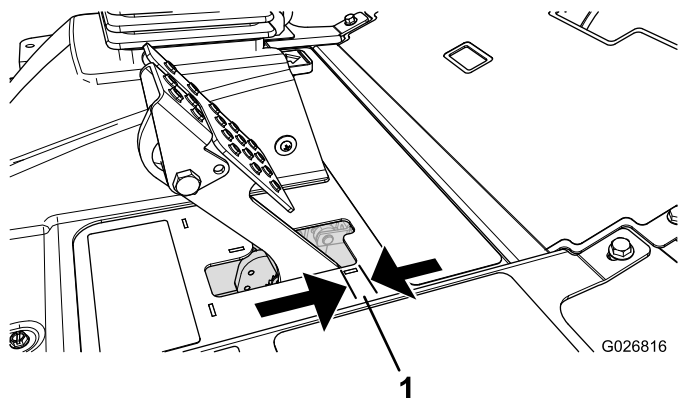

Figura 71
Ajuste os travões se o pedal do travão apresentar uma folga superior a 2,5 cm (Figura 71) ou quando os travões não funcionarem de forma eficaz. Folga é a distância percorrida pelo pedal antes de se verificar qualquer resistência ao movimento.
2. Aperte a porca traseira para deslocar o cabo para trás até que os pedais dos travões apresentem uma folga de 0,63 a 1,27 cm (Figura 71), antes de a roda bloquear.